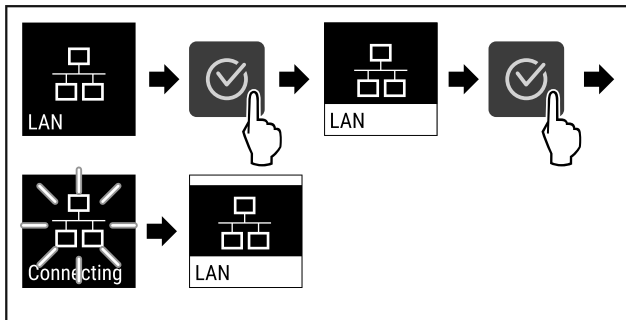

Fig. 90
- ▶ Atlikite veiksmus (žr. Fig. 90).